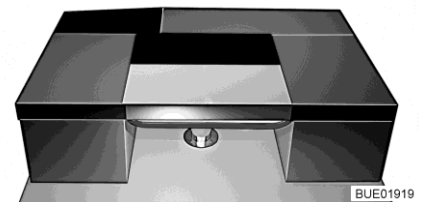

Bild 162 Nach dem Umbau
- Das Zusatzpolster quer auf den Tisch legen (siehe Bild 162).